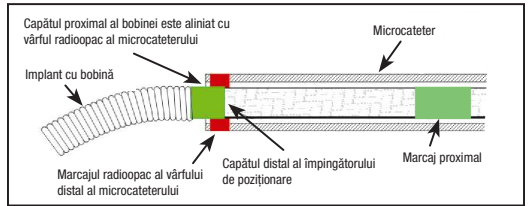

Figura 4 – Poziția benzilor de marcaj pentru detasașare
28. Avansați bobina până la locul dorit, până când marcajul radioopac de pe împingătorul de poziționare este aliniat sau ușor distal față de marcajul radioopac al vârfului distal al microcaterului, poziționând zona de detasașare imediat în afara vârfului microcaterului. Consultați Figura 4.